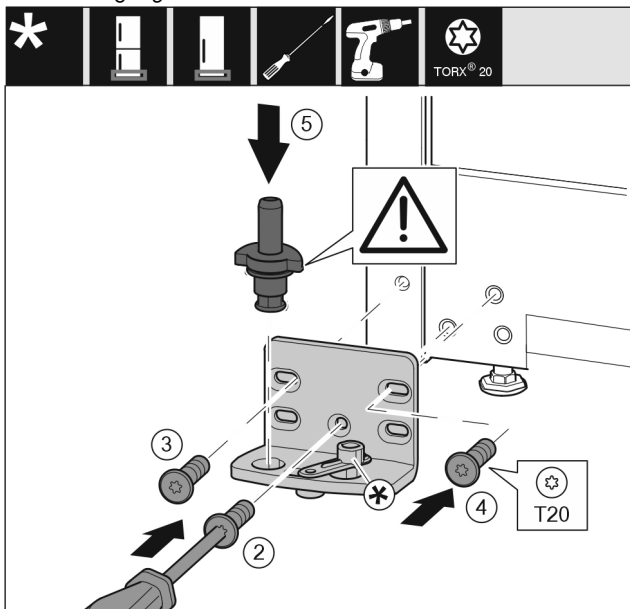

Fig. 43 *
- ▶ Lagerbock auf der anderen Seite ansetzen und mit Hilfe eines Schraubendrehers anschrauben. Mit der Schraube Fig. 43 (2) unten in der Mitte beginnen.*
- ▶ Schraube Fig. 43 (3) und Schraube Fig. 43 (4) festschrauben.*
- ▶ Lagerbolzen Fig. 43 (5) komplett einsetzen. Dabei darauf achten, dass der Rastnocken nach hinten zeigt.*